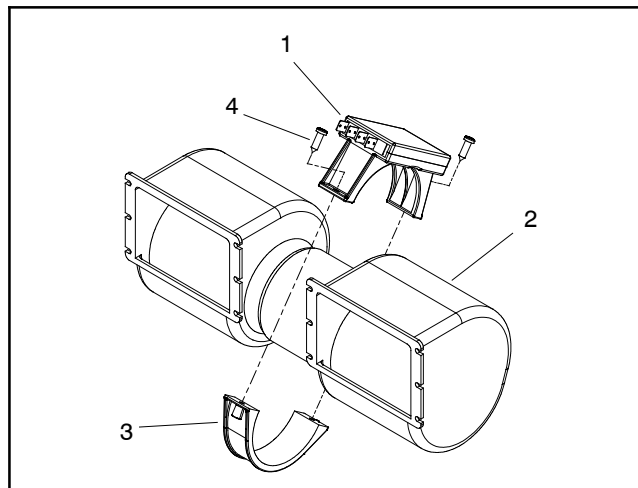

Figure 9
10. If necessary, remove fan resistor from blower fan assembly (Fig. 9).
2. If removed, secure fan resistor to blower fan assembly (Fig. 9).